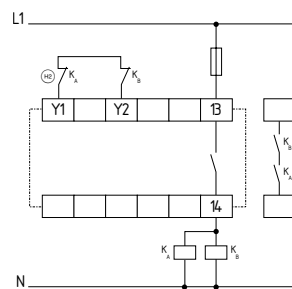

Fig. 8
**Commande à 2 canaux avec boucle de retour (Fig. 8)**